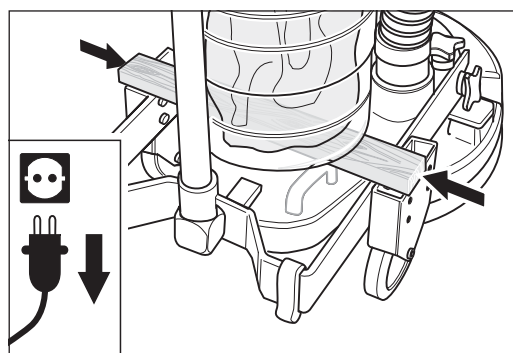

Fig. 26 Coloque un listón entre el depósito de la bolsa de polvo y el marco del mecanismo de traslación.
- 5 Meta un listón (p.ej., uno de parket) de 22 mm de grosor aproximadamente entre el depósito del saco de polvo cerrado y el marco del mecanismo de traslación. De este modo no puede caerse el depósito de la bolsa de polvo al desmontar posteriormente la cubierta superior de la carcasa del filtro (Fig. 26).